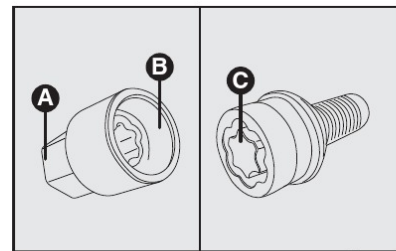

fig. 4
- Retirar da bolsa de ferramentas a chave soquete (ou em local opcional no veículo) fig. 4, que destrava o mecanismo antifurto.
- O destravamento da roda deve ser realizado encaixando a extremidade B da chave soquete fig. 4 no encaixe C do parafuso especial de retenção da roda. Na extremidade A deve ser encaixada a chave de roda fornecida com o veículo;